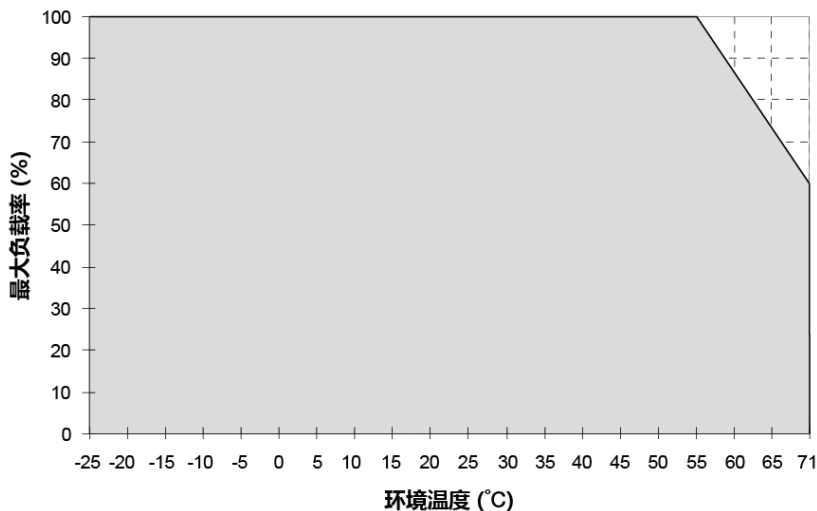

图. 1 垂直安装下功率降额
1. 电源如果持续在降额曲线外区间使用, 可能导致零部件降级或损坏, 如图 1 所示。